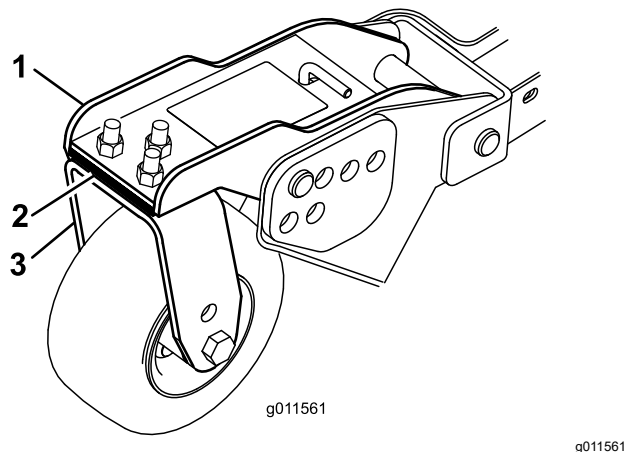

Figure 31
3. Ajoutez ou retirez des cales de 3 mm sur le(s) bras pivotant(s) avant pour que la hauteur de coupe corresponde à celle indiquée sur l'autocollant (Figure 31).
3. Si le bord intérieur de l'unité de coupe latérale est trop élevé par rapport au bord extérieur de l'unité de coupe avant, retirez une cale de 3 mm au bas du bras de la roue pivotante intérieure avant de l'unité latérale (Figure 31).